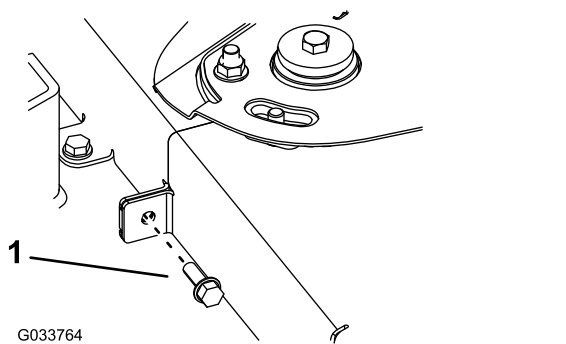

Figura 70
6. Retire o parafuso que une as 2 coberturas da correia (Figura 70).
11. Instale o parafuso que une as 2 coberturas da correia (Figura 70).